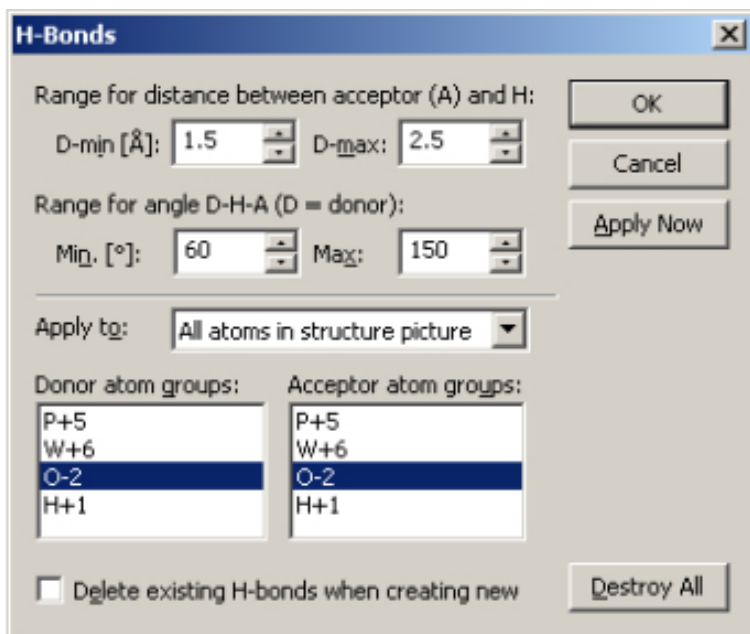

Рис. 33. Настройки водородных связей
выполнены для создания водородной связи. Вы можете ввести минимальные и максимальные межатомные расстояния, минимальный и максимальный угол между донором (D), H-атомом и акцептором (A), а также задать группы атомов в качестве доноров или акцепторов. Измените настройки в соответствии с рис. 33, затем нажмите кнопку "OK". Водородные связи выглядят как пунктирные линии.